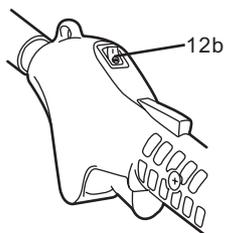

Fig. 12a
- 2). Mettez le bouton marche/arrêt (12b) sur "I" (fig. 12a).
- 1). Mettez le bouton marche/arrêt (12b) sur "I" (fig. 12a).